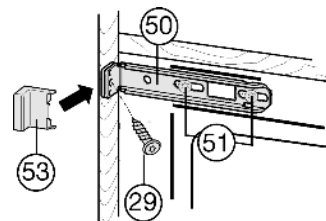

Fig. 18
- Немного ослабьте винты *Fig. 18 (51)*.
- Закрепите верхний крепежный уголок *Fig. 18 (50)* с помощью винтов для стружечной плиты *Fig. 18 (29) ø4x19* на стенке мебели.
- Удалите выступающий конец крышки *Fig. 18 (53)*.
- Затяните винты *Fig. 18 (51)*.
- Установите крышку *Fig. 18 (53)*.